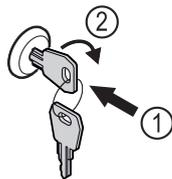

Fig. 132
- ▶ Schlüssel hineindrücken Fig. 132 (1).
- ▶ Schlüssel um 90° im Uhrzeigersinn drehen Fig. 132 (2).